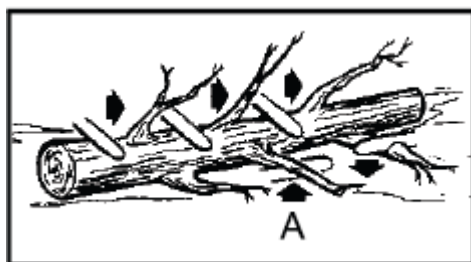

Fig. 9
Termine utilizzato per rimuovere i rami di un albero caduto. Non rimuovere gli elementi del cuscinetto (A) fino a tagliare il tronco (Fig. 9). I rami vivi dovrebbero essere tagliati dal basso verso l'alto per evitare di prendere la motosega.